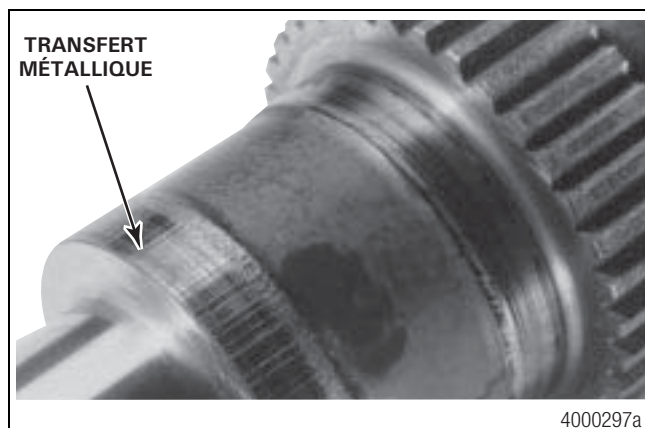

Figure 5.10
- Rayures profondes ou transfert métallique le long de la portée des pignons d'entrée. Figure 5.10.